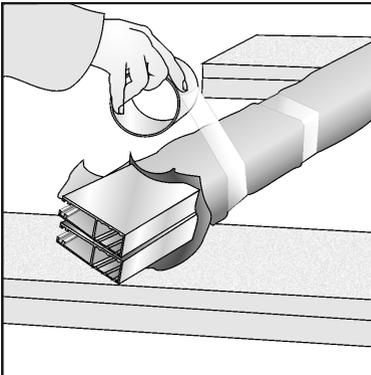

Abb. 05
- c) Verpackung der Führungsschienen (Abb. 05);